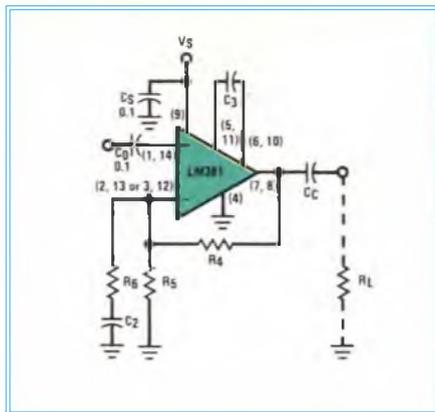

Fig. 3 - Tipica configurazione non-invertente impiegante l'LM 381 (le figg. 2 e 3 sono estratte dall'"Audio Handbook" della National).
C.A. pur conservando l'esatto rapporto fra le due resistenze, richiesto per una corretta polarizzazione del transistor di ingresso, è possibile sistemare in parallelo alla R5 un gruppo R C serie: in tal caso, il condensatore disaccoppia la nuova resistenza per quanto riguarda le componenti continue, mentre la resistenza aggiunta assume importanza nel determinare il guadagno in C.A. (vedi fig. 3).
$$F_0 = \frac{1}{2 \pi G_2 R_6}, \text{ (fig. 3)}$$